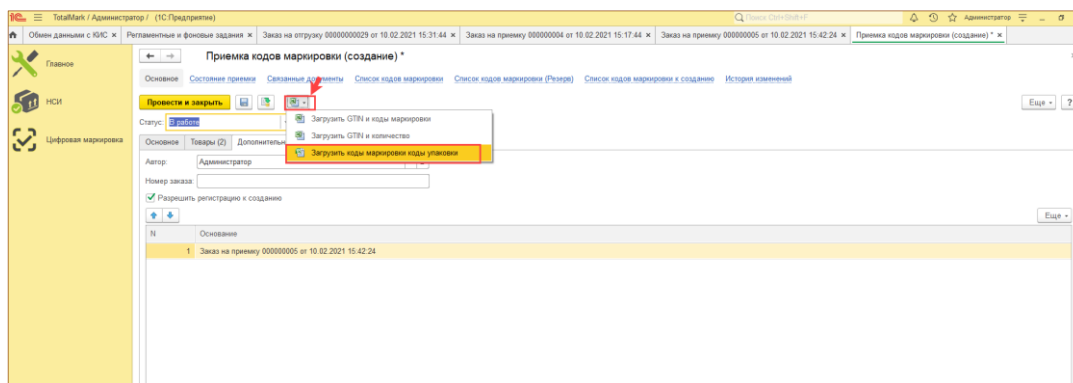
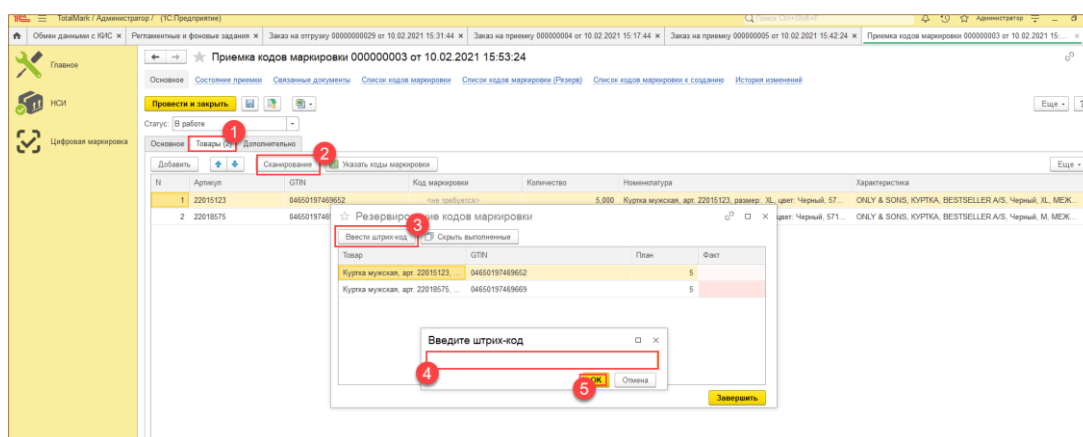

Рис. 10-14 - Работа с Приемкой в Total Mark
Рис. 10-15 - Работа с Приемкой в Total Mark
4.3. Чтобы загрузить Коды маркировки в Приемку, можно воспользоваться командой «Загрузить коды маркировки» (Рис. 10-14) или сканированием (Рис. 10-15);